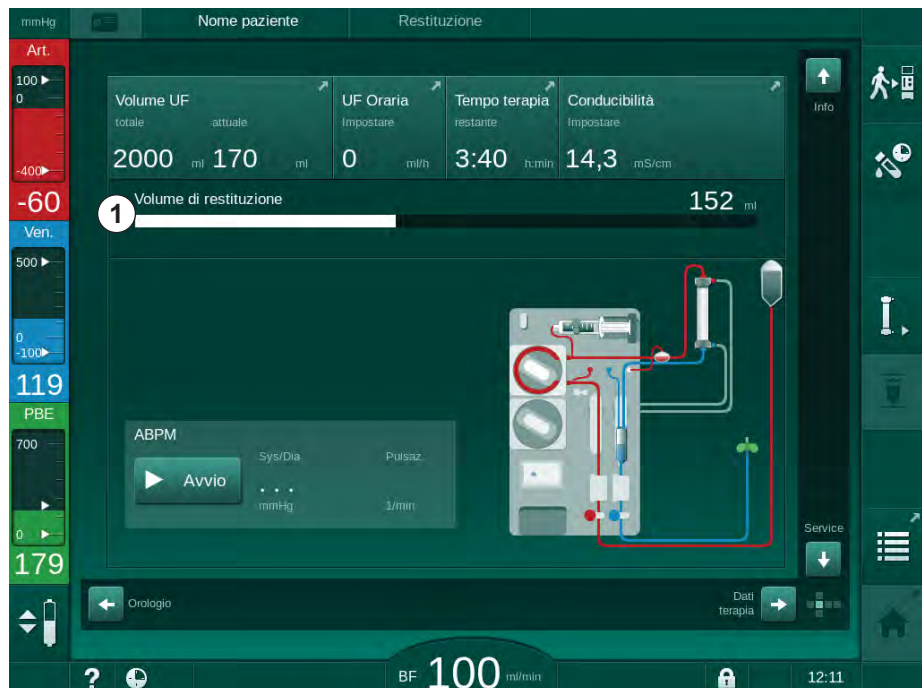

Fig. 6-20 Restituzione in corso
☞ Il volume di sangue restituito è visualizzato sullo schermo (Fig. 6-20 , ①).